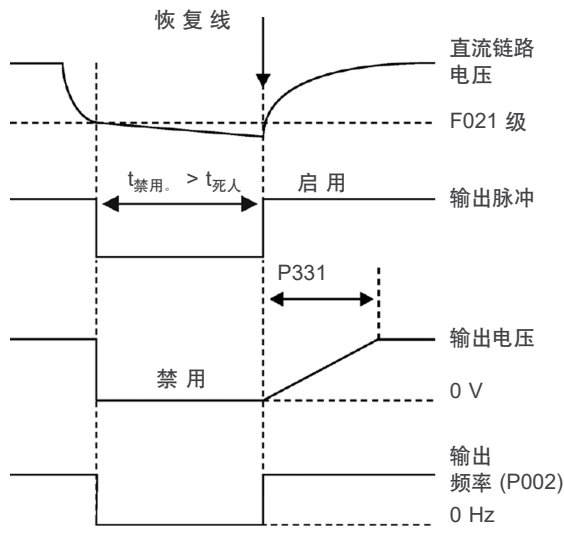
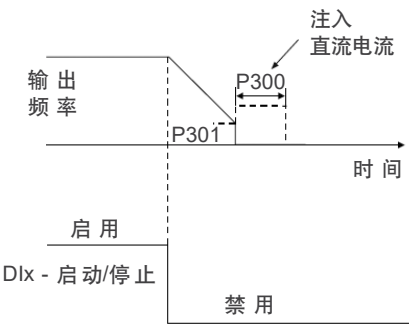

图 8.7: 在页
图 8.9: 指令停止时的直流制动操作
■ **抗扰跨越功能 (RT):** 只要电源电压低于欠压电压值, 那么抗扰跨越功能将会禁用变频器输出脉冲 (IGBT)。不会发生由于欠电压 (F021) 引起的故障, 并且直流链路电压会缓慢下降, 直到电源电压恢复。如果电源电压恢复时间过长 (超过 2 秒), 变频器可指示 F021 (直流链路欠压)。如果在此之前电源电压恢复, 变频器将再次使能脉冲, 立即施加频率基准 (如在飞速启动功能中), 并在参数 P331 规定的时间内产生电压斜坡。参见图 8.7 在页面上 8-9。Figure 8.7 图 8-9.
定义停车时的直流制动持续时间。图 8.9 在页面上 8-10 显示停车时的制动行为。
根据 图 8.9 在页面上 8-10定义了当逆变器通过斜坡失效时，在停止时应用直流制动的初始点。